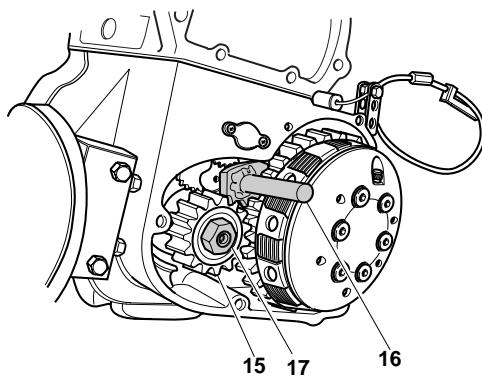
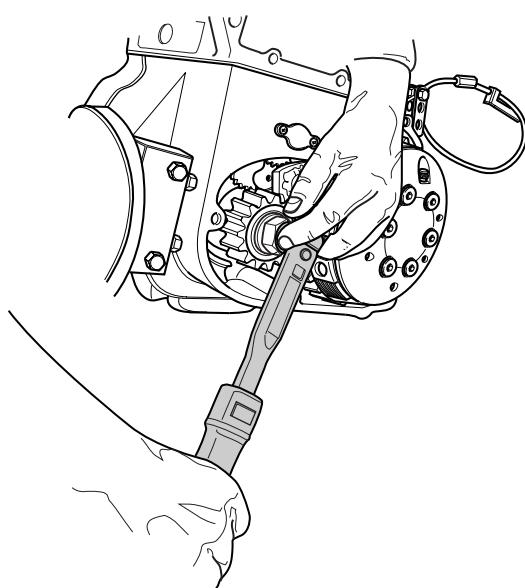

Fig. 61
Fig. 62
11. Introdurre l'ingranaggio sull'albero motore "15" (Fig.61) aiutandosi con un martello in plastica per facilitarne l'ingresso in sede.
13. Bloccare con l'attrezzo "16" (Fig. 61) gli ingranaggi primari: avvitare manualmente il dado "17" (Fig.61) dell'albero motore utilizzando della Loctite frenafiletti di **Tipo medio 243**.
14. Serrare il dado "17" (Fig.61) con l'utilizzo di chiave dinamometrica tarata a **7 Kg*m**. come illustrato in fig. 62.
15. Rimuovere l'attrezzo "16" (Fig.61).
11. Introducing gear on engine tree "15" (Fig. 61) helping with a hammer in plastic for facilitating entrance in seat.
13. Tightening with tool "16" (Fig. 61) the primaries gears: manually screwing the nut "17" (Fig. 61) of crankshaft utilizing some **Loctite of middle type 243**.
14. Tightning "17" (Fig. 61) with use of torque wrench tared at **7 Kg*m** how illustrated in figure 62.
15. Removing tool "16" (Fig. 61).
11. Das Zahnrad an die Antriebswelle "15" (Abb. 61) anbringen mit der Hilfe eines Plastikhammers um das Zahnrad leicht in seinen Sitz einzusetzen.
13. Durch Gerät "16" (Abb. 61) die Hauptzahnräder blockieren: Mutter "17" (Abb. 61) des Antriebsmotors von Hand eindrehen: zu diesem **Zweck Loctite (Mittelart 243)** benutzen.
14. Mutter "17" (Abb. 61) durch den Mmentenschlüssel, der auf **7 kg*m**. geeicht ist, festziehen: siehe Abb.62.
15. Gerät "16" (Abb.61) entfernen.
11. Monter l'engrenage sur l'arbre moteur "15" (Fig. 61) en utilisant un marteau en plastique pour faciliter l'entrée en siège.
13. Par l'outil "16" (Fig. 61) bloquer les engrenages primaires; visser manuellement l'écrou "17" (Fig. 61) de l'arbre moteur en utilisant **Loctite Type moyen 243**.
14. Serrer l'écrou "17" (Fig. 61) par la clef dynamométrique réglée à **7kg*m**. voir fig.62.
- 15 Enlever l'outil "16" (Fig. 61).